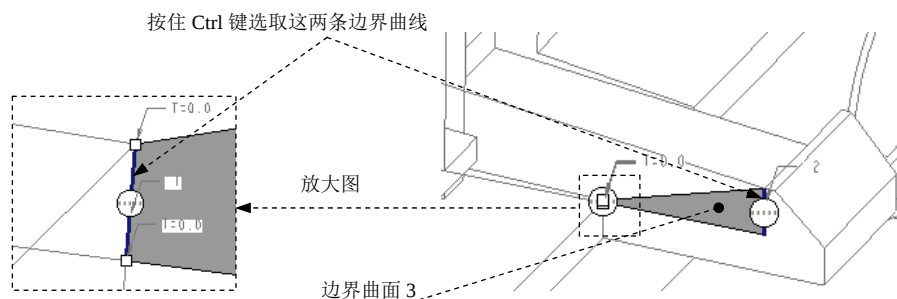

图 20.21 定义边界曲面 3
- (1) 按住 Ctrl 键，选取合并面组 3 和边界曲面 2。
- (2) 单击 **分型面** 操控板中 **编辑** 区域的 **合并** 按钮, 此时系统弹出“合并”操控板。
- (3) 在操控板中单击 **选项** 按钮, 在“选项”界面中选中 **相交** 单选项。
- (4) 在“合并”操控板中单击 **✓** 按钮。
Step12. 创建图 20.21 所示的边界曲面 3。
- (1) 单击 **模型** 功能选项卡中的 **切口和曲面** 按钮, 在系统弹出的菜单中依次单击 **曲面** **→** **边界混合**, 系统弹出“边界混合”操控板。
- (2) 定义边界曲线。按住 **Ctrl** 键, 依次选取图 20.21 所示的两条边界曲线。
- (3) 在操控板中单击 **✓** 按钮, 完成边界曲面 3 的创建。